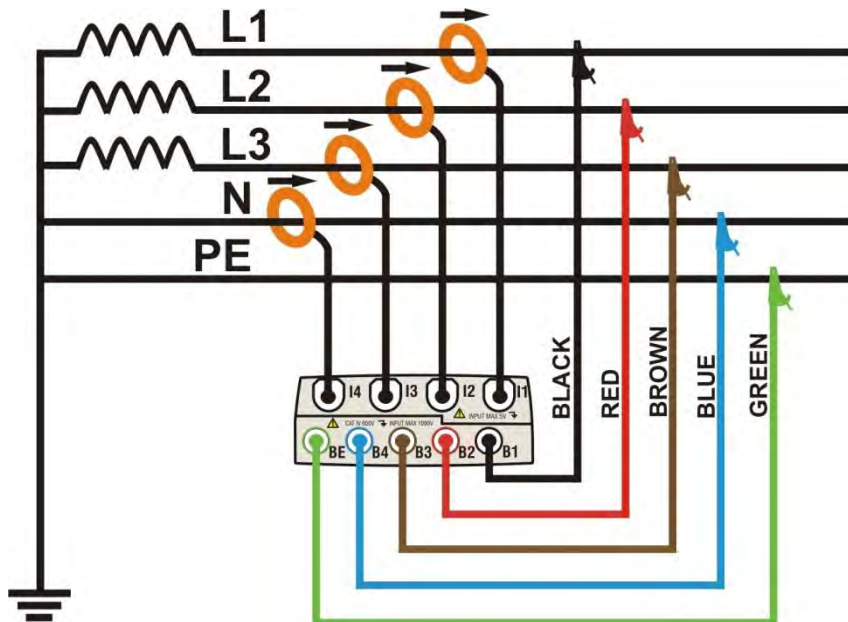

Abb. 126: Anschluss des Messgerätes an ein Drehstrom--Netz 4Leiter & PE
2. Schließen Sie die Spannungsprüfleitungen an die Außenleiter L1, L2, L3, den Neutralleiter und den Erdleiter an und achten Sie dabei auf die Farben, wie in **Abb. 126** dargestellt. **Überzeugen Sie sich davon, dass das Ergebnis „123“ im Display mit der korrekten Drehfeldrichtung übereinstimmt** (siehe Absatz 5.2.1), und korrigieren Sie diese, falls erforderlich.
3. Schließen Sie den Strom-Zangenmesswandler an die Außenleiter L1, L2, L3 und den Neutralleiter N an, wie in **Abb. 126** dargestellt, und berücksichtigen Sie dabei die